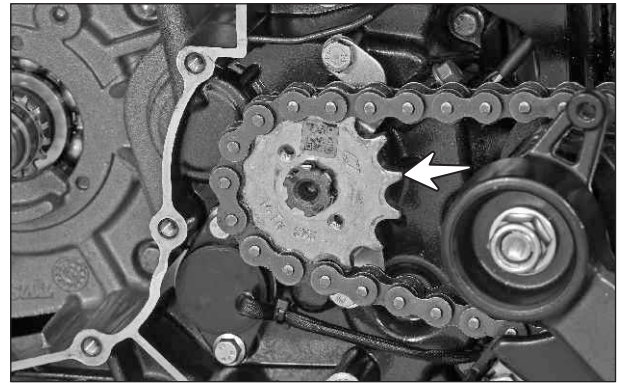

Fig. 3.116
- Saque el piñón de salida junto con la cadena del eje de salida. (Fig. 3.116)